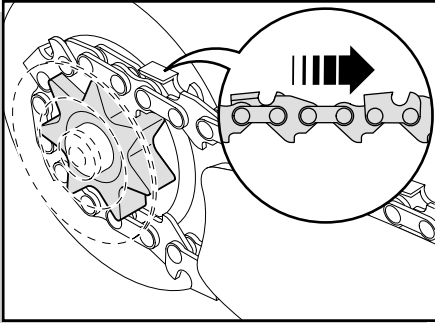

fig. 3
- Coloque a corrente no pinhão (caixa da embraiagem) (fig.3) com os traçadores girados para frente (para a ponta da guia). Engate os elos de tracção nos dentes do pinhão.